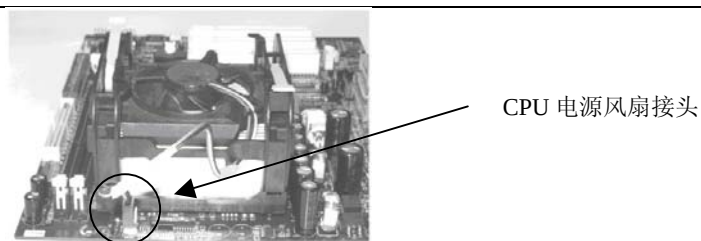

图 6
5. 将风扇的电源线从安装好的风扇引出，接在主板上的 3 针的 CPU 风扇电源接头上。（图 6）